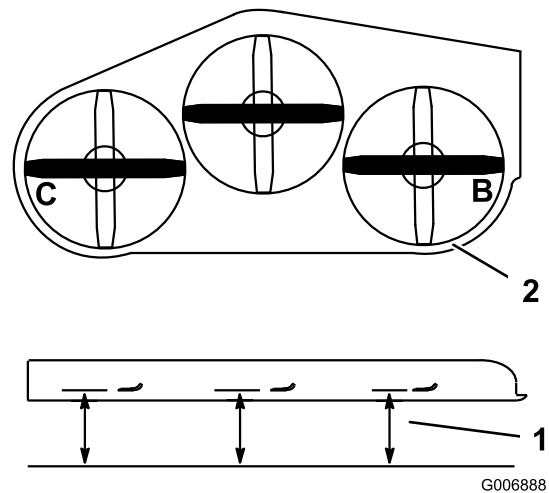

Figura 87
4. Mida en las posiciones **B** y **C** desde una superficie nivelada hasta el filo de corte de los extremos de las cuchillas (Figura 87).